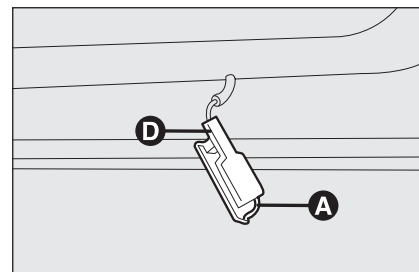

fig. 35
- enlever le plafonnier en poussant sur le ressort **A**-fig. 35 en utilisant un tourne-
- remonter le plafonnier en l'engageant d'abord d'un côté **D**-fig. 35 et ensuite en poussant sur l'autre côté jusqu'à perception du déclic de blocage du ressort.